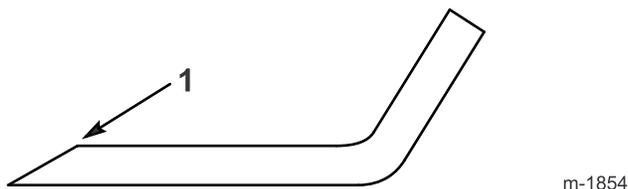

Figure 39
1. Au moyen d'une lime, aiguisiez les tranchants aux deux extrémités de chaque lame (Figure 39). Veillez à conserver l'angle de coupe d'origine. Limez la même quantité de métal sur les deux tranchants pour ne pas déséquilibrer la lame.